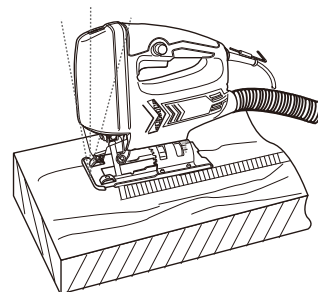

Fig. 15
- > Posez la semelle [11] à plat sur la pièce à travailler et poussez l'appareil vers l'avant à vitesse régulière (Fig. 15).